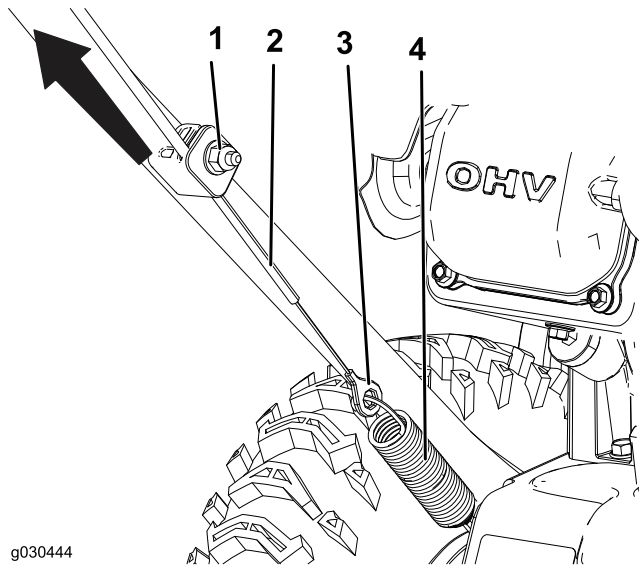

Figura 25
1. Allentate il dado sul serrafilto per cavi inferiore ma non rimuovetelo (Figura 25).
2. Tirate il cavo verso l'alto e rimuovete un po' dell'allentamento (Figura 25).
3. Tenete il cavo in posizione e serrate il dado (Figura 25).